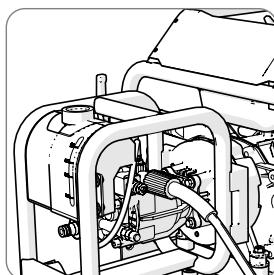

Fig 3
- Mettez le tuyau dans le bon port. (**Fig. 3**)